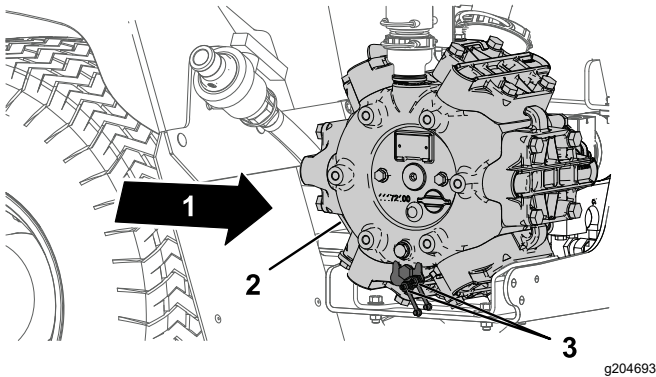

Bild 70
1. Wischen Sie die zwei Schmiernippel mit einem sauberen Lappen ab (**Bild 70**).
2. Pressen Sie Fett in die Schmiernippel (**Bild 70**).